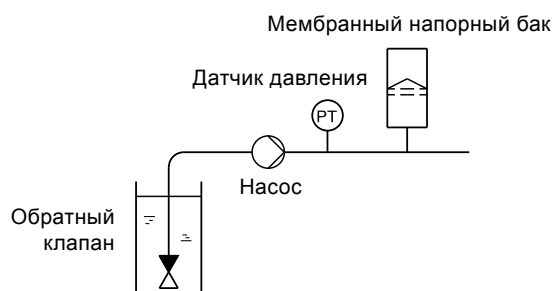

Рис. 25 Положение обратного клапана и датчика давления в системе всасывания
**Внимание** Обратный клапан необходимо всегда устанавливать перед датчиком давления. (см. рис. 25 и 26).